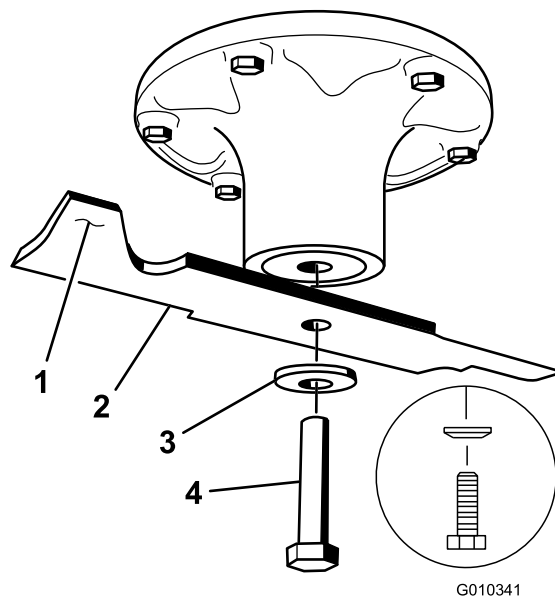

Figure 58
2. Enlevez de l'axe, le boulon, la rondelle bombée et la lame (Figure 58).
1. Placez la lame sur l'axe (Figure 58).
2. Installez la rondelle élastique et le boulon de la lame en veillant à ce que le côté bombé de la rondelle élastique soit dirigé vers la tête du boulon (Figure 58).